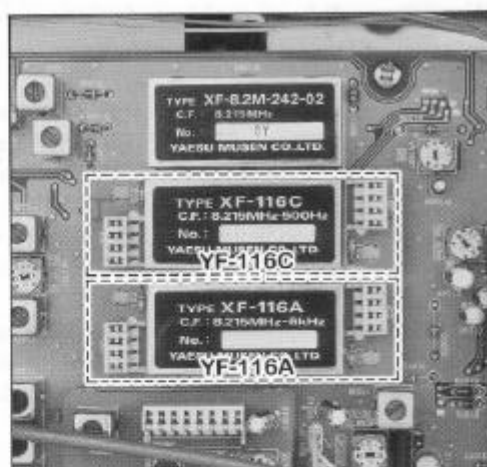

Figura 3
3. Riferirsi alla figura 3 e inserite il circuito del filtro opzionale nei contatti dedicati ad esso. Premete con delicatezza sino a quando è completamente inserito nel connettore.